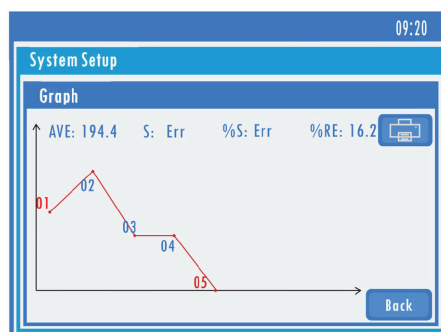

Fig 5-19 Revisione della prova singola
**3) Grafico:** sotto l'elenco dei risultati per selezionare i dati di più pezzi ( $\leq 10$ ): fare clic su grafico, il sistema mostrerà la curva per vedere la tendenza e l'ampiezza della variazione, è ovviamente possibile osservare le differenze tra ciascun dato. I valori Max e Min verranno visualizzati in rosso. Vedere l'immagine **Fig. 5-19** sottostante, il risultato sulla curva è il valore di durezza.